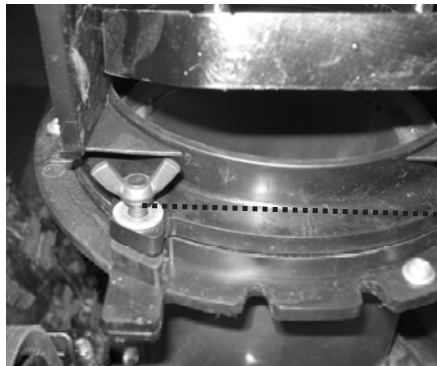

Fig.5
3. Alignez les trous de la chute et du cadre, et fixez les boulons papillons et la rondelle plate. (Fig. 5)